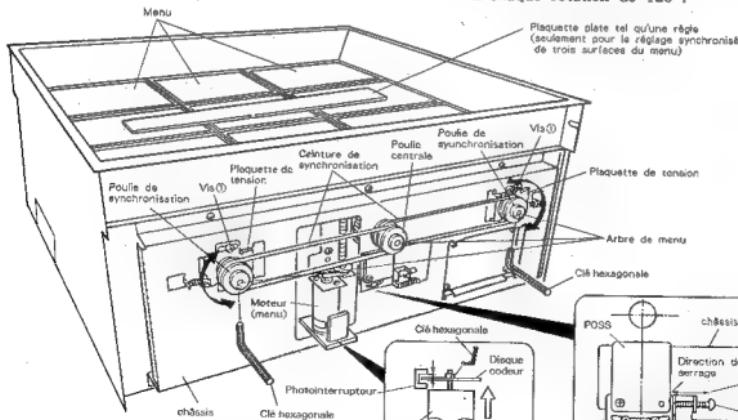

Fig. 7-1
- **Réglages synchronisé de trois surfaces du menu** (Fig. 7-1)